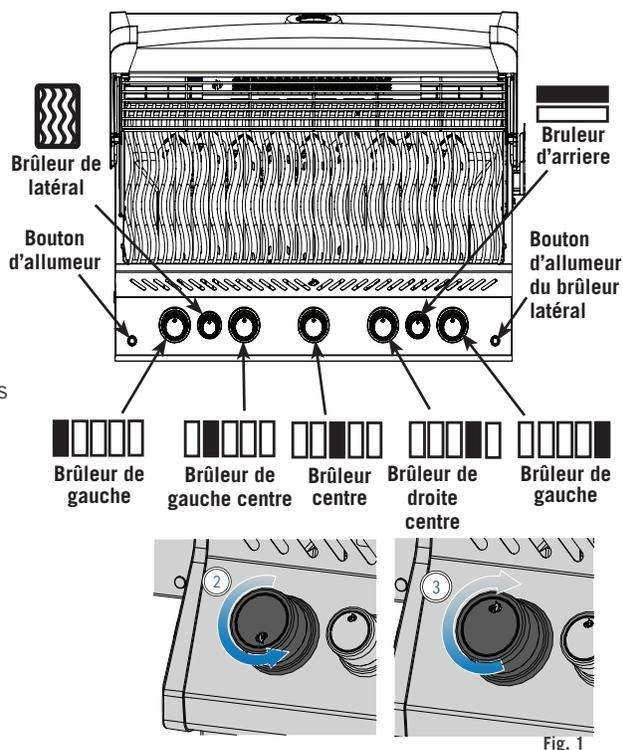

Fig. 1
4. La veilleuse et le brûleur ne s'allument pas en 5 secondes - tournez la commande dans le sens des aiguilles d'une montre jusqu'à la position OFF. Attendez 5 minutes pour que l'essence s'écoule, se dissipe. Répétez les étapes 2 et 3 ou allumez avec une allumette. (Fig. 1)
5. Le brûleur ne s'allume pas - tourner le bouton de commande du brûleur dans le sens des aiguilles d'une montre jusqu'à la position OFF. Attendez 5 minutes. Répétez l'étape 3 et 4. (Fig. 1)